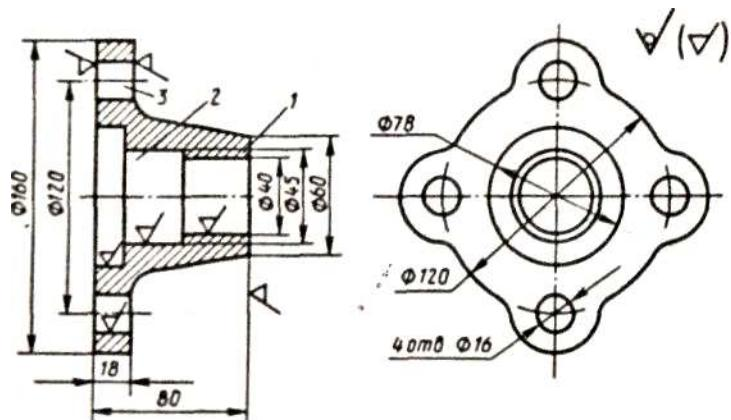

Рис. 7
2. По эскизу детали (рис. 7) разработайте эскизы: элементов литейной формы, модели стержневого ящика, собранной литейной формы (в разрезе). Опишите последовательность изготовления литейной формы. Материал детали - сталь 35 Л